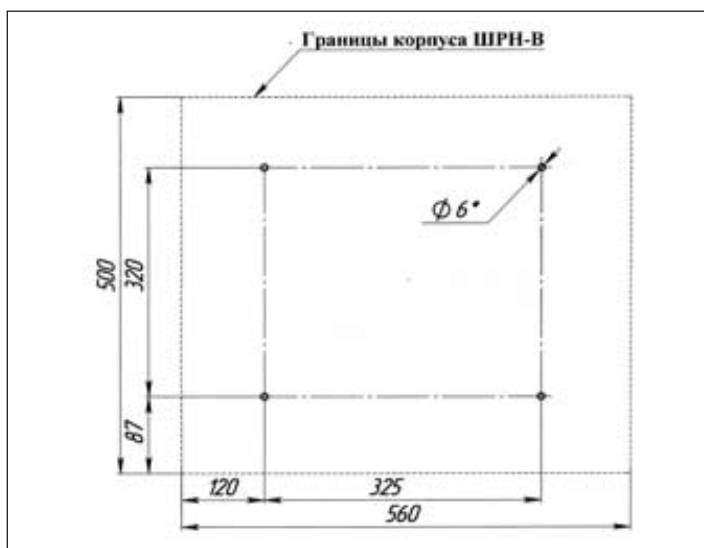

Рисунок 2.1 - Разметка для крепления шкафа ШРН-В емкостью 300 пар
**2.1.2** На месте установки шкафа производят разметку для крепления шкафа к стене согласно установочным размерам (рисунок 2.1) и выполняют монтажные отверстия.